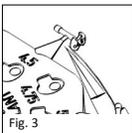

Fig. 3
■ **fig. 3** O medidor escolhido para a medição é cortado mediante uma microtesoura (REF 8000 172) e transportado no ouvido médio com um aspirador ou um outro instrumento microcirúrgico.
■ **Рис.3** Выбранный для определения размера из-меритель обрезается микроножницами (REF 8000 172) и проводится в среднее ухо с помощью отсоса или дру-гоо микрохирургического инструмента.